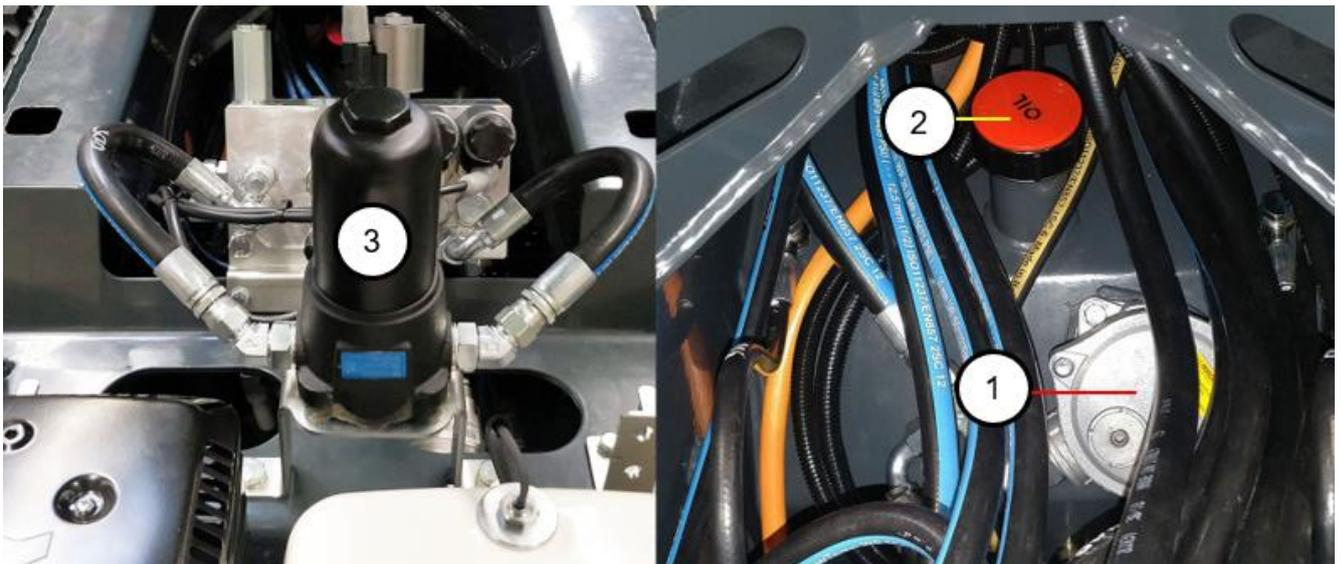

Abbildung 20 Hydraulikölfilter
Der Hydrauliköl-Füllstand kann am Ölstandschauglas abgelesen werden. Das Schauglas befindet sich auf der rechten Seite des Fahrgestells zwischen den Rädern bzw. Gleisketten (Abbildung 20 (1)). Der Ölstand sollte sich am oberen Ende des Schauglases befinden, wenn die Zugangsplattform in der Transportposition ist.